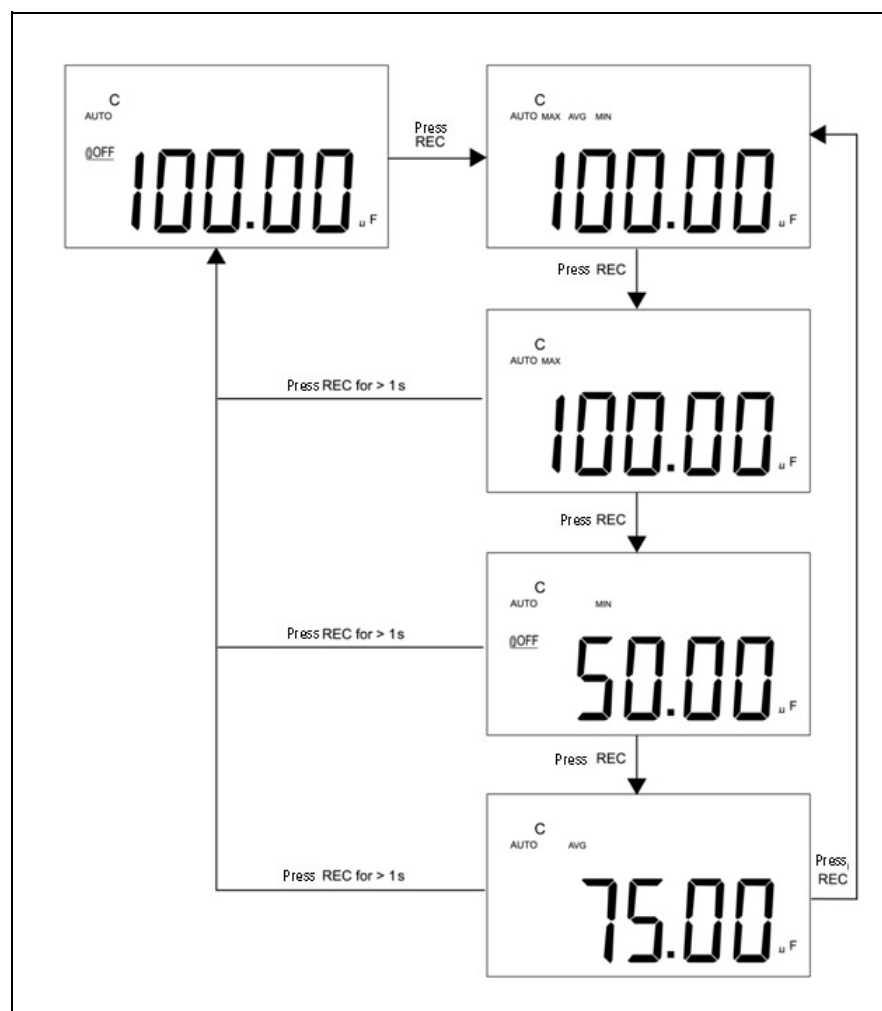

Figura 2-1 Operação da tolerância
- 2 Pressione essa tecla momentaneamente para percorrer as leituras máxima, mínima, média e atual. Os indicadores **MAX**, **MIN**, **AVG** ou **MAX AVG MIN** se acendem, um de cada vez, para mostrar qual valor está sendo exibido (consulte a **Figura 2-1**).